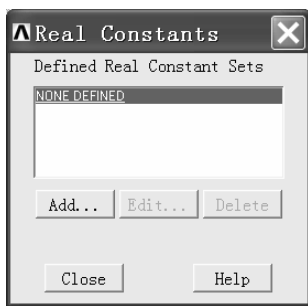
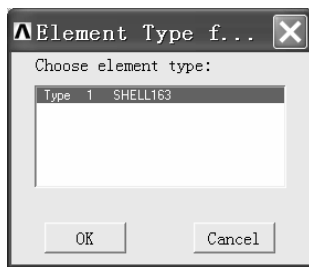
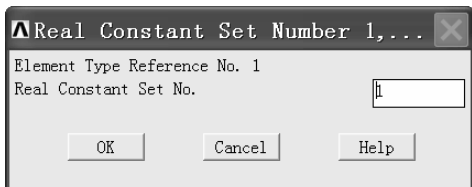
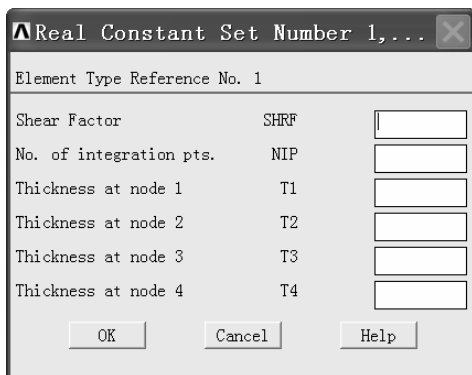

图 10-14 “Real Constant”窗口
图 10-15 “Element Type f...”窗口
图 10-16 “Real Constant Set Number 1, ...”窗口
图 10-17 另一种形式的“Real Constant Set Number 1, ...”窗口
(1) 依次选择 Main Menu>Preprocessor>Real Constants, 弹出“Real Constants”窗口(见图 10-14)。单击“Add...”按钮, 弹出“Element Type f...”窗口(见图 10-15)。用鼠标左键单击“Element Type f...”窗口中方框内的“Type 1 SHELL163”, 然后单击“OK”按钮, 弹出“Real Constant Set Number 1, ...”窗口(见图 10-16), 然后单击“OK”按钮。弹出另一种形式的“Real Constant Set Number 1, ...”窗口(见图 10-17)。